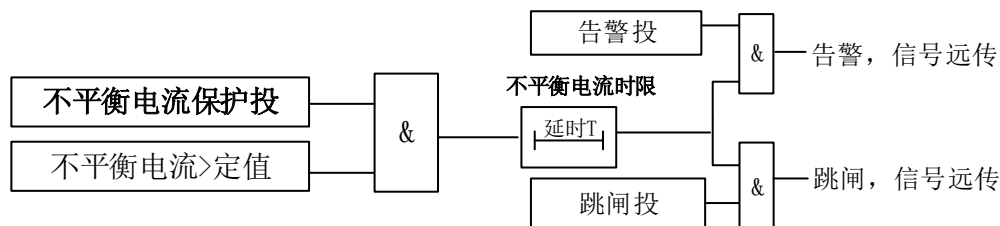

图 3-9 不平衡电流保护原理框图
**不平衡电流为外接与自产可选。**不平衡电流保护主要反映电容器组内部故障。不平衡电流保护原理框图如图 3-9。